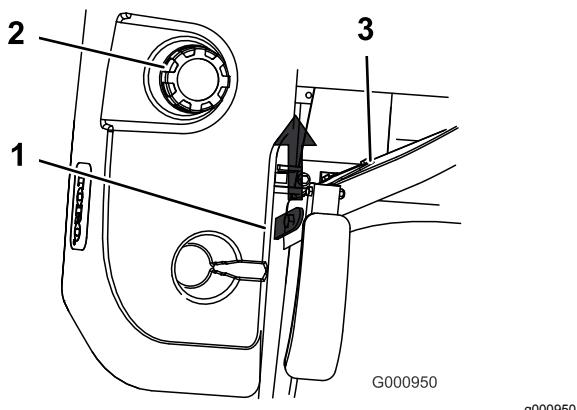

Bild 15
3. Klappen Sie den Sitz hoch (Bild 15).